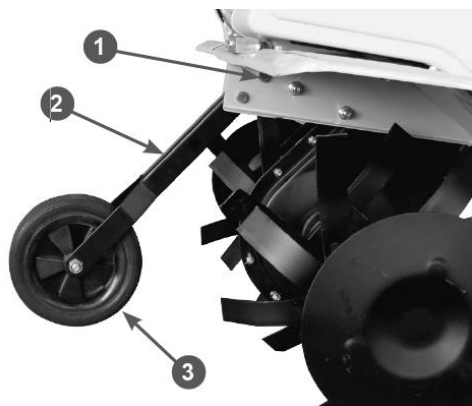

Рис. 8 Установка кронштейна с транспортировочным колесом
8. Установите кронштейн поз.2 с транспортировочным колесом поз.3 и закрепите его с помощью двух пальцев поз.1 и двух шплинтов (Рис. 8).